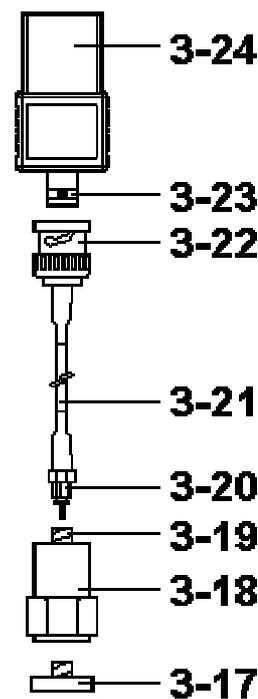

Fig. 2
1. Sensore di vibrazione, 3-18, Fig 2
2. Sensore cavo, 3-21, Fig. 2 3 Modulo VB-83, 3-24, Fig. 2
* Collegare il "connettore del cavo BNC" (3-22, Fig. 2) al "connettore BNC del modulo VB-83" (3-23, Fig. 2).
* Collegare il "Mini jack del cavo" (3-20, Fig. 2) a la "connettore del sensore di vibrazione" (3-19, Fig. 2).
Collegare il "connettore del modulo VB-83" (3-24, Fig. 2) all'ingresso CH1 VB-83" (3-9A, Fig. 1). Con un set del sensore di vibrazione extra, collegare la spina all'ingresso CH2/CH3/CH4 VB-83" (3-9B, 3-9C, 3-9D Fig. 1)
Quando si carica il VB-83, non è necessario effettuare la calibrazione di nuovo perché l'informazione è già presente nel modulo VB-83 (3-24, Fig. 2)
- * Se la superficie del materiale da misurare è ferroso, collegare il sensore di vibrazione (3-18, Fig. 2) alla "base magnetica" (3-17, Fig.2). Posizionare il dispositivo (sensore di vibrazione e base magnetica) sulla superficie del materiale da misurare.